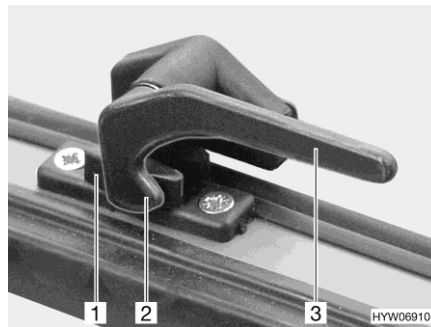

Fig. 66 Palanca de bloqueo (posición "cerrada")
- Girar todas las palancas de bloqueo (Fig. 66,3) un cuarto de vuelta hacia la mitad de la ventana.
- Girar todas las palancas de bloqueo (Fig. 66,3) un cuarto de vuelta hacia el marco de la ventana. El saliente de bloqueo (Fig. 66,2) se encuentra siempre en la cara interior de la ventana (Fig. 66,1).
- En la posición "cerrada fijamente" (Fig. 66)